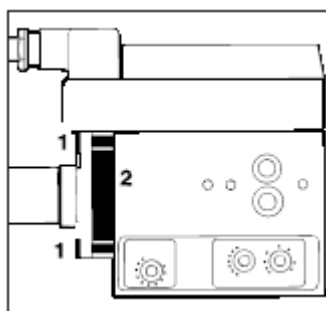

Рис. 32
- 2 расслабить все четыре винта (1 на Рис. 32); снять два винта, в зависимости от габаритных размеров, снять часть с фильтром (2 на Рис. 32)